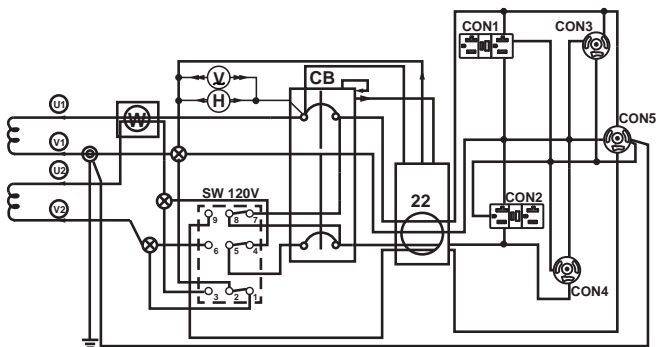

Figure 6. Interrupteur de pleine puissance 120 V Diagramme simplifié (Position haute)
12. **Interrupteur de pleine puissance** – La génératrice est équipée d'un interrupteur de pleine puissance. Les Figures 6 et 7 présentent les schémas de câblage simplifiés du système à double tension.